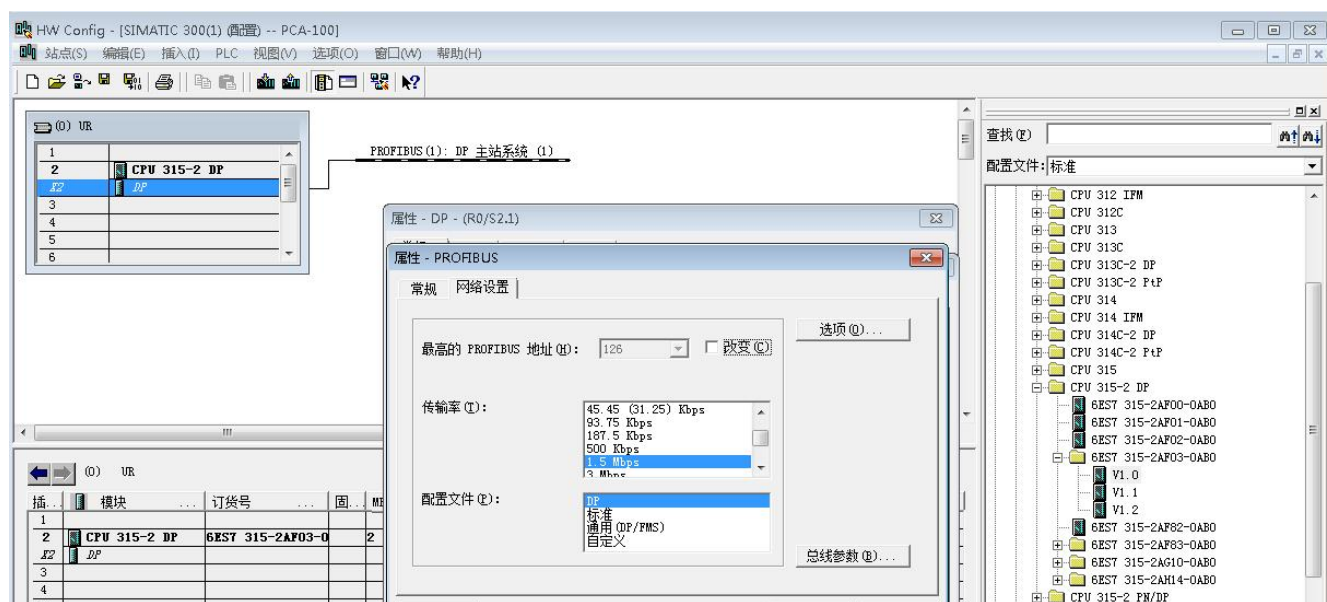

图 8
9. 创建 PROFIBUS DP 网络, 设置 PROFIBUS DP: New->网络设置 , 选择 DP, 选择一个波特率如 1bps, 然后 “OK”. 双击它; 如图 8